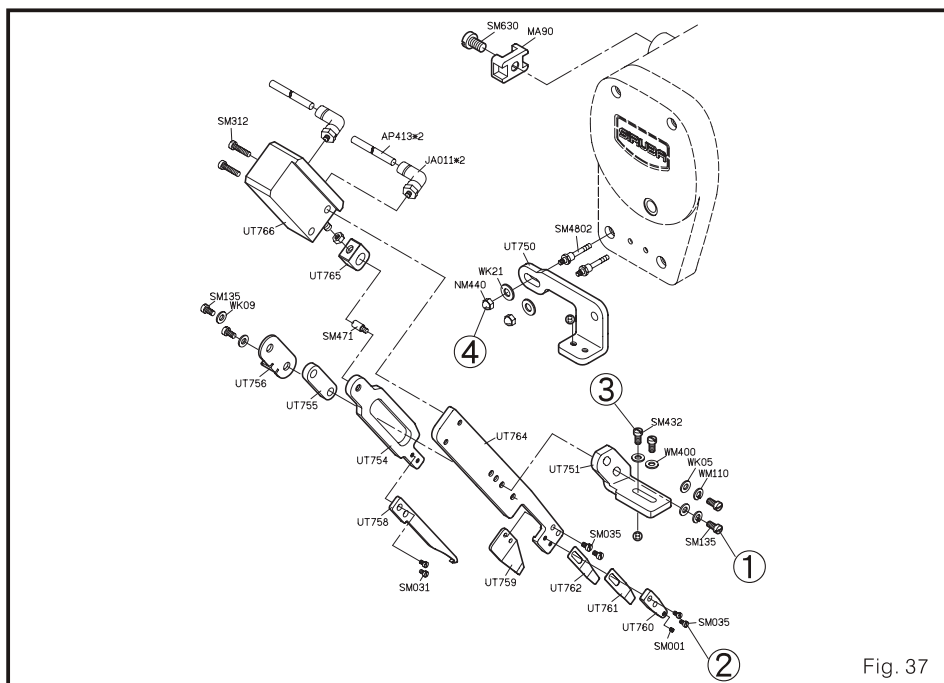

Fig. 37
4. Ajustar a cobertura do coberto com o refilador, por favor solte o parafuso 1 para mover a direção esquerdo-direita, parafuso 2 para ajustar a direção de arriba/baixo e o ângulo de balança posterior, porca 3 para ajustar posição frontal/posterior, ou porca 4 para ajustar ângulo de balança esquerdo/direito (Fig. 37).